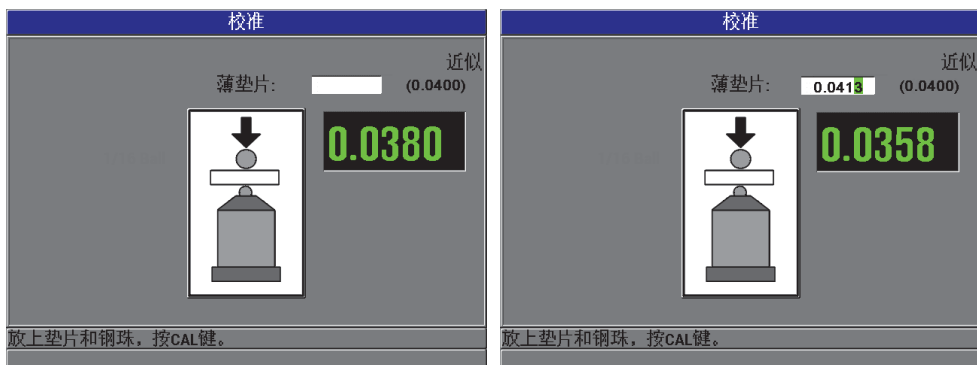

图 4-8 薄垫片校准点
5. **薄垫片点：**仪器会提醒用户将特定的薄校准垫片和目标放在探头尖端上。这个薄校准点的厚度会根据所选的目标滚珠、圆盘或钢线的不同产生变化。屏幕上较低的测量值框中会显示垫片的大约厚度值。按 [校准] 键，将测量值传输到上面的文本框中，然后使用箭头键根据校准垫片的已知厚度修改框中的值，然后按 [校准] 键（参见第 83 页的图 4-8）。